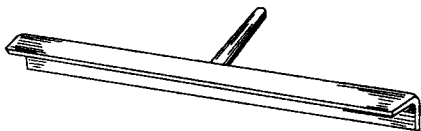

图 1-14 摊灰尺
(6) 摊灰尺 用于摊铺灰浆, 铺刮砂浆, 如图 1-14 所示。